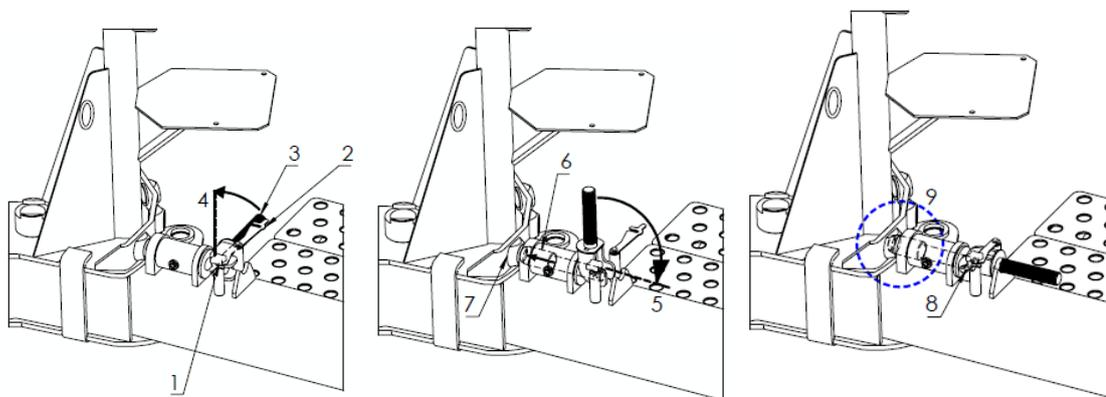

Fig. 21 Bloqueo de la posición de la barra de tracción
Colocación del bloqueo mecánico de la posición de la barra de tracción (**fig. 21**):
- Bajo la rueda derecha de la encintadora, inserte la cuña (1) que se encuentra en el soporte de la barra de tracción.
- Suelte el bloqueo de posición de la barra de tracción (2).
- Mueva lentamente el tractor hacia adelante (3) hasta que la barra de tiro llegue a la posición extrema (4).
- Vuelva a colocar el bloqueo de posición de la barra de tracción (**fig. 21**).